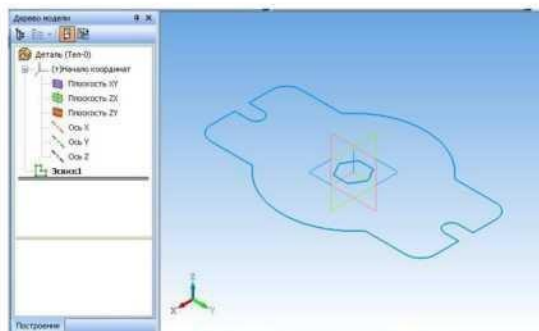

Рис. 7.
9. Завершите работу в режиме редактирования эскиза, нажав на кнопку *Эскиз* (рис. 7).